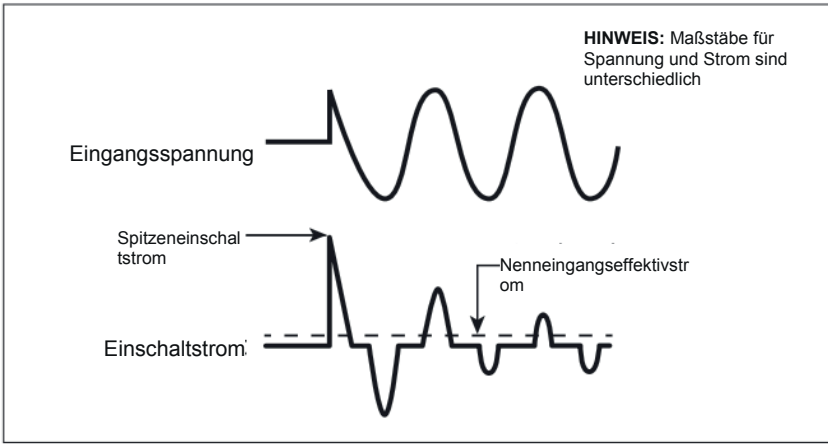

Abb. 4.1: Einschaltstrom in einem SMPS
**Maximale AC-Dauerleistung:** Diese Messung kann als "Aktivleistung" in Watt (W) oder "Scheinleistung" in Volt Ampere (VA) angegeben werden. Sie wird normalerweise in "Aktivleistung (P)" in Watt für resistive Arten von Lasten angegeben, die einen Leistungsfaktor = 1 haben. Reaktive Arten von Lasten werden höhere Werte von "Scheinleistung" ziehen, welche die Summe von "Wirk- und Blindleistung" ist. Die Wechselstromquelle sollte somit auf der Basis der höheren "Scheinleistung" in (VA) für alle reaktiven Arten von Wechselstromlasten ausgelegt sein. Wenn die Wechselstromquelle auf Basis der geringeren "Aktivleistung" in Watt (W) bemessen ist, kann die Wechselstromquelle überlastet werden, wenn reaktive Arten von Lasten mit Strom versorgt werden müssen.
- **AC auf DC Schaltnetzteile (SMPS):** Diese Art der Stromversorgung wird als Einzelstromversorgung oder als Front-End in allen elektronischen Geräten verwendet, die mit Netzstrom betrieben werden, z.B. Audio-/Video-/Computergeräte und Akkuladegeräte (Bitte Abschnitt 4 für weitere Details über SMPS lesen). Wenn diese Stromversorgung eingeschaltet wird, werden die Kondensatoren der internen Eingangsseite ein paar Millisekunden lang geladen, was zu einem sehr hohen Anstieg des Einschaltstroms führt (siehe Abb. 4.1). Dieser Anstieg des Einschaltstroms / der Leistung kann das 15-fache der Dauernennleistung erreichen. Der Anstieg des
Schaltnetzteile (SMPS) werden in großem Umfang zur Umwandlung des eingehenden Wechselstroms in verschiedene Spannungen wie 3,3V, 5V, 12V, 24V, usw. verwendet, die in verschiedenen Geräten und Schaltungen in elektronischen Geräten wie Akkuladegeräte, Computer, Audio- und Videogeräte, Radios usw. verwendet werden. SMPS verwenden große Kondensatoren in ihrem Eingangsabschnitt für die Filtration. Wenn die Stromversorgung eingeschaltet wird, wird ein sehr hoher Einschaltstrom durch die Stromversorgung gezogen, da die Eingangskondensatoren geladen werden (die Kondensatoren wirken fast wie ein Kurzschluss in dem Augenblick, in dem der Strom eingeschaltet wird). Der Einschaltstrom beim Einschalten ist mehrere Male bis zu mehrere zehn Male größer als der Nenneffektiv-Eingangsstrom und dauert ein paar Millisekunden. Ein Beispiel für die Eingangsspannung gegenüber der Eingangsstromverläufe ist in Abb. 4.1. dargestellt. Es ist ersichtlich, dass der anfängliche Eingangsstromimpuls nur nach dem Einschalten > 15 Mal größer als der stationäre Effektivstrom ist. Der Einschaltstrom zerstreut sich in etwa 2 oder 3 Zyklen, das heißt in etwa 40 bis 60 Millisekunden bei einer 50 Hz Sinus-Welle.